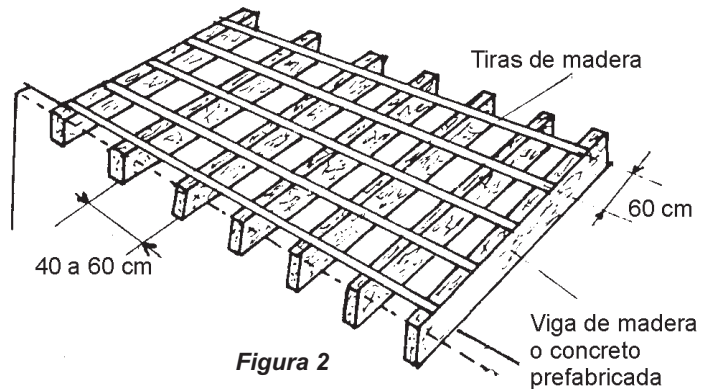

Figura 2
- Coloca sobre las vigas tiras de madera con una separación de 60 cm (figura 2).